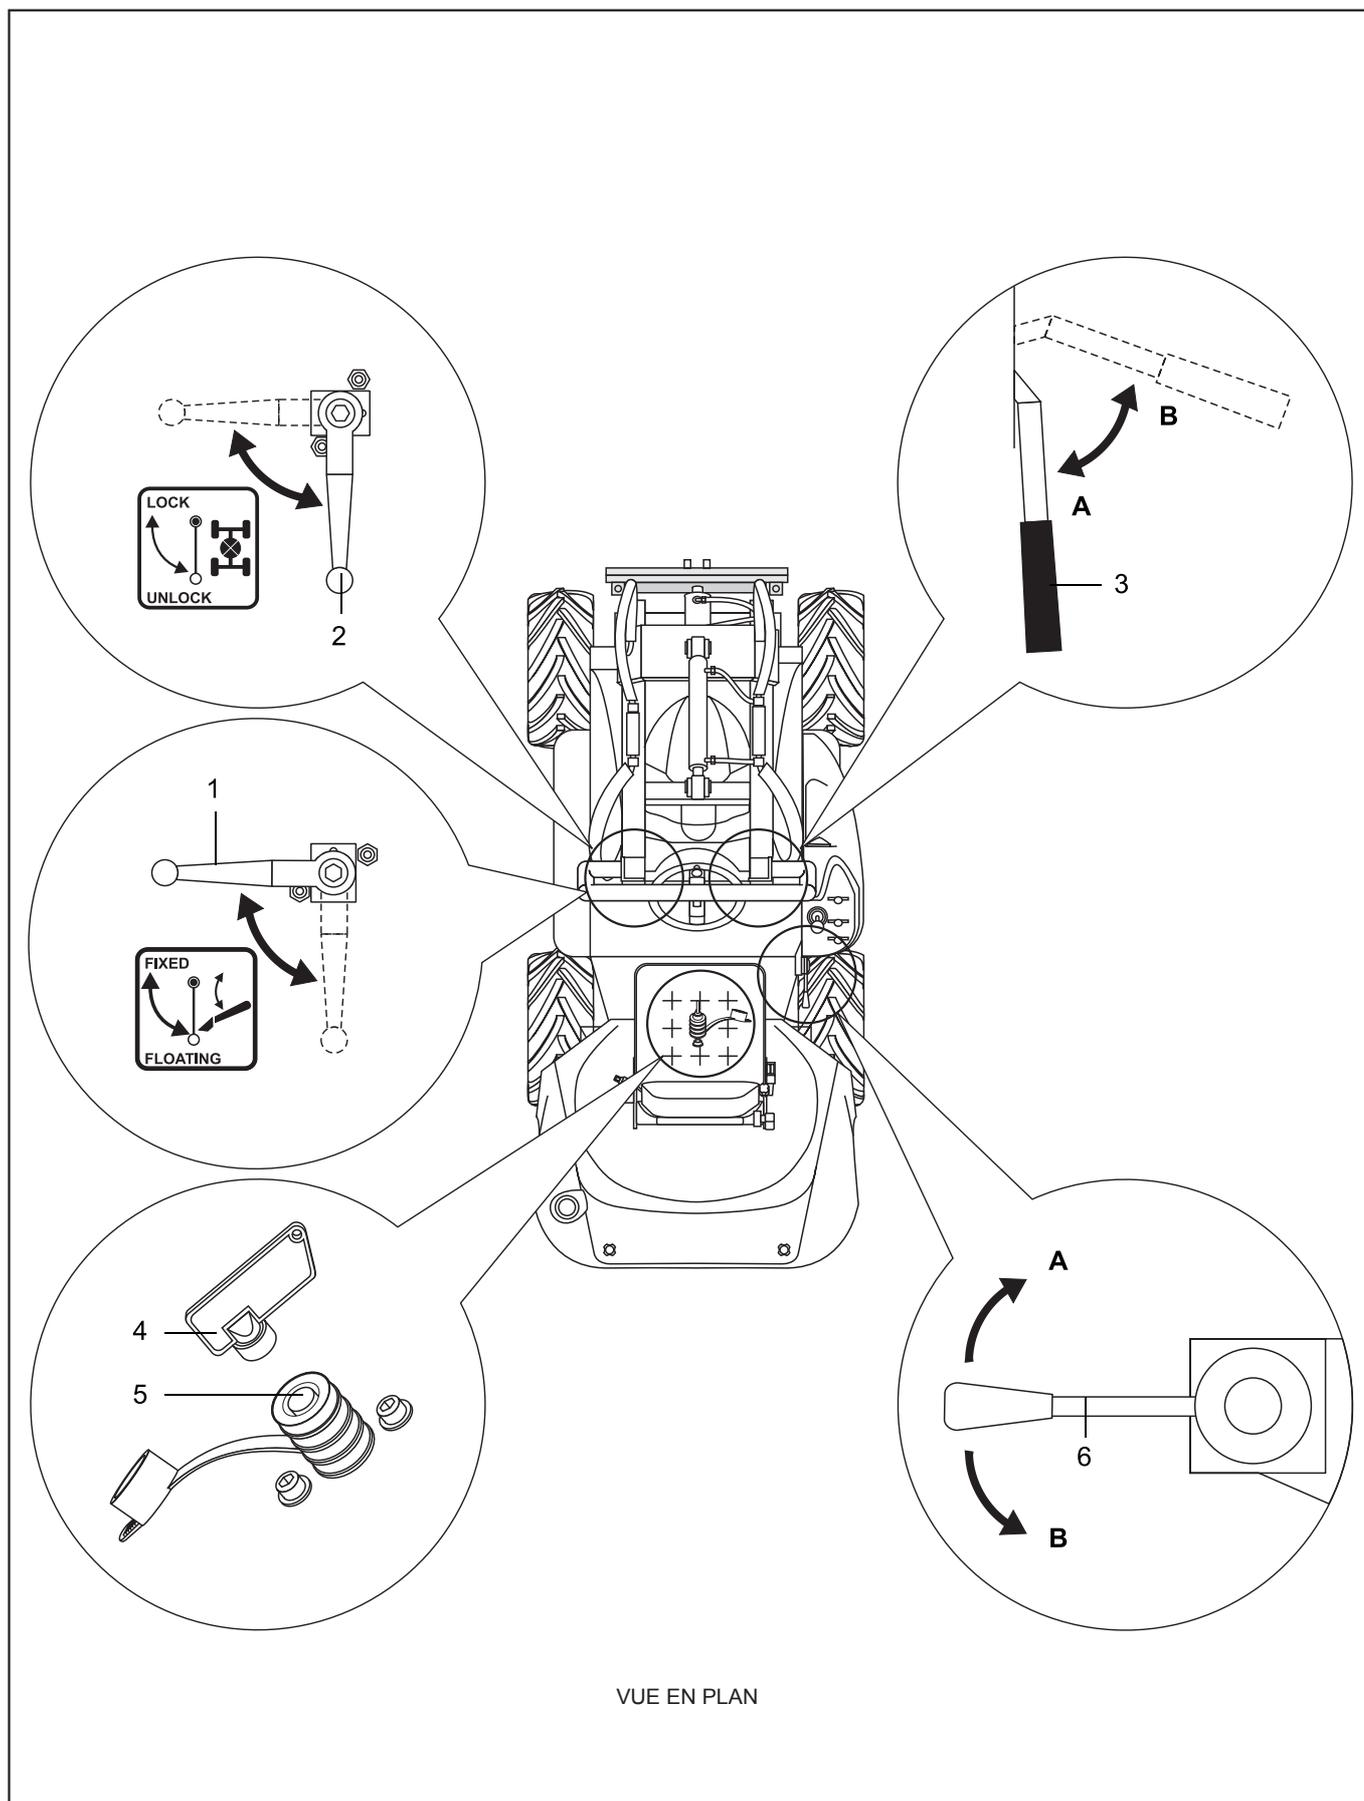

FIG.24 (Leviers de commande)
## LEGENDE (FIG.24)
6	S'assurer que le levier de commande accélérateur se trouve en position "B" ( FIG.24-Réf6 ).
8	S'assurer que le frein de stationnement soit branché ( FIG.24-Réf3 ).
- 1- Activer la connexion électrique de la batterie en tournant la clef de l'interrupteur (**FIG.24-Réf4**);
- 1- Débrancher le frein de stationnement (**FIG.24-Réf3**);
- 2- Augmenter le régime de tours du moteur en actionnant le levier de commande accélérateur (**FIG.24-Réf6**);
- 2- Réduire le régime de tours du moteur en actionnant le levier de commande accélérateur (**FIG.24-Réf6**);
- 3- Brancher le frein de stationnement (**FIG.24-Réf3**);